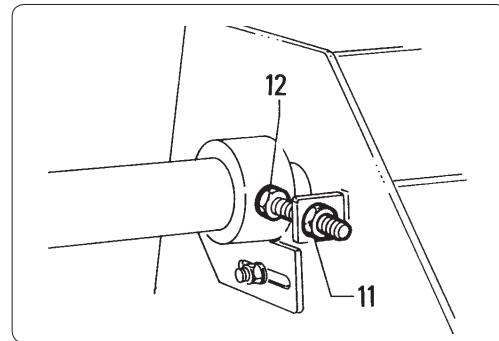

fig. 7.8.3
- 2 - Sbloccare il controdado "11" fig. 7.8.3 della vite adibita al tensionamento delle cinghie.
- 2 - Release check nut "11" fig. 7.8.3 of the belt tensioning screw.